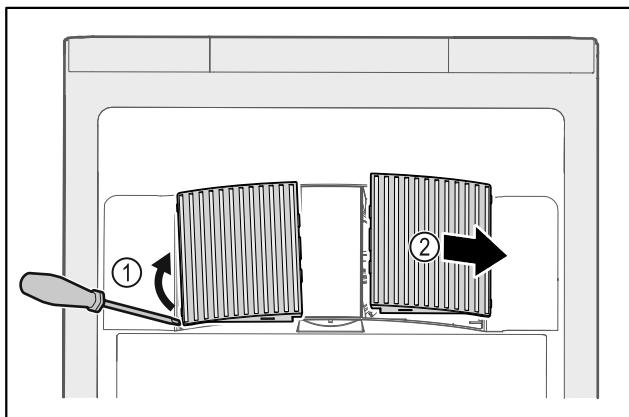

Fig. 236
- Abrir cuidadosamente las cubiertas del ventilador haciendo palanca por un lado Fig. 236 (1) y retirarlas hacia delante Fig. 236 (2).